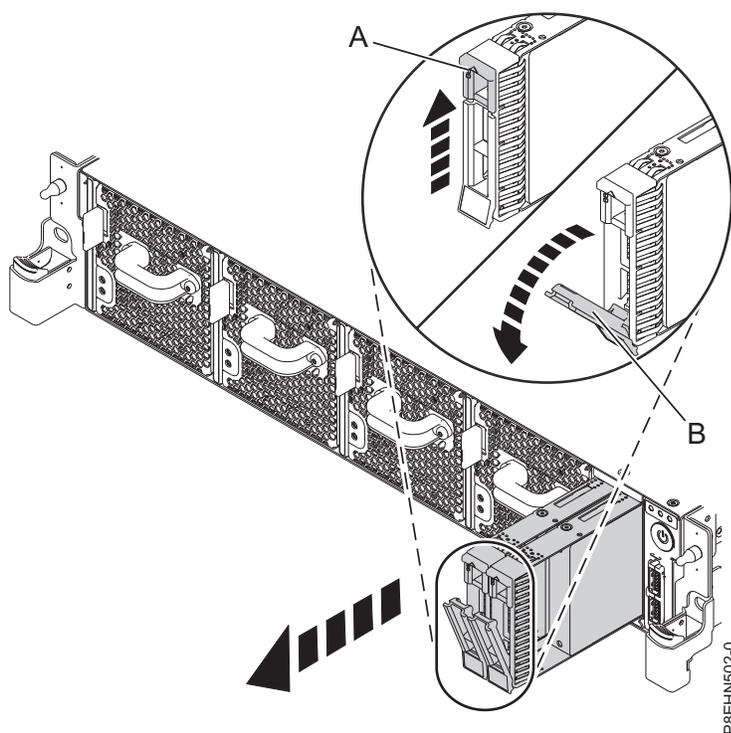

Figura 1. Detalhe da trava da unidade de disco
3. Destrave a alça do compartimento da unidade (**B**) ao empurrar a alça de liberação (**A**) para cima. A alça (**B**) se encaixa para fora em direção a você. Se a alça não for completamente removida, a unidade não será arrastada para fora do sistema. Consulte Figura 1.